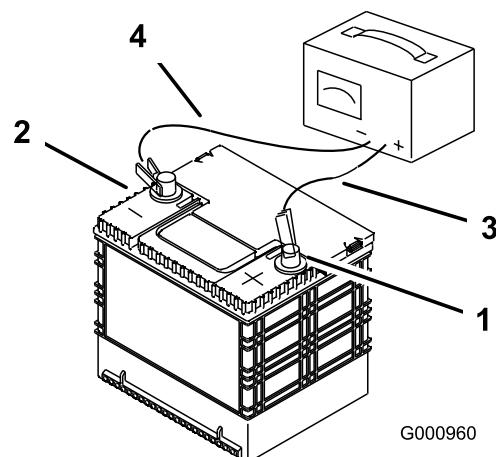

Figura 68
2. Quando a bateria estiver totalmente carregada, desligue o carregador da tomada elétrica e em seguida desligue os cabos do carregador dos bornes da bateria (Figura 68).